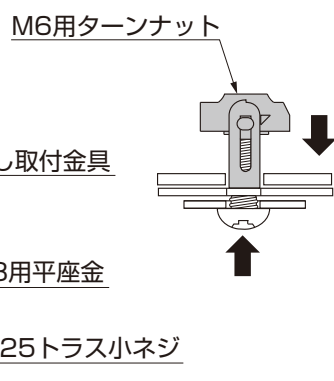

図3-3
- ① 垂木にあけたφ13の孔にM6用ターンナットを差込んでください。
- ② 物干し取付金具と【1-2】を通した【1-1】をM6用ターンナットに差込んでください。(図3-2、図3-3参照)